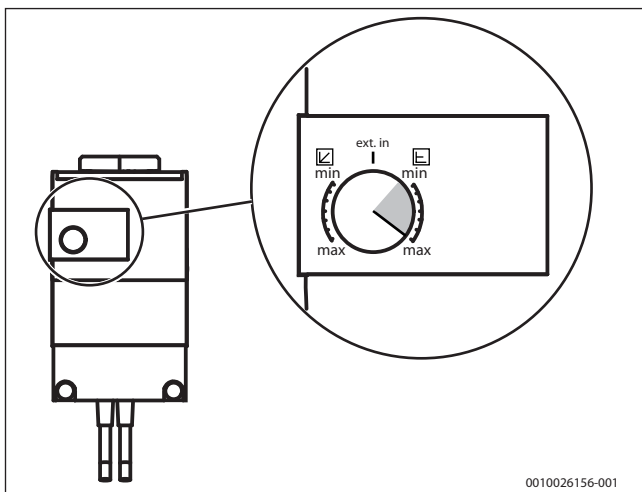

Bild 10 Einstellungen an der Solekreispumpe
- Die Solekreispumpe ist werkseitig auf den Wert **max** eingestellt (→ Bild 10). Um einen korrekten Delta-Wert zu erreichen, muss gegebenenfalls die Einstellung geändert werden (→ Installationsanleitung der Wärmepumpe).